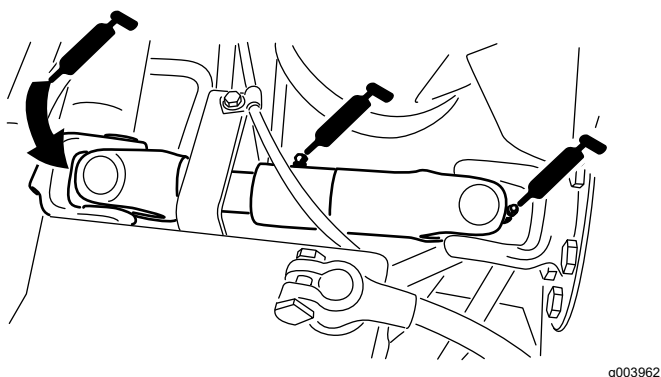

Рисунок 64
- Крестовина карданного вала насоса (3 шт.)—Рисунок 64